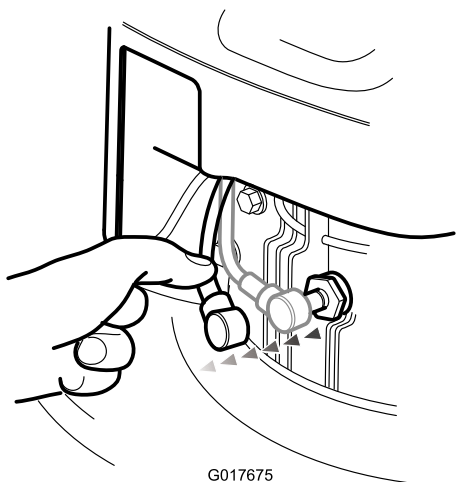

Figura 21
2. Desconecte el cable de la bujía. Figura 21